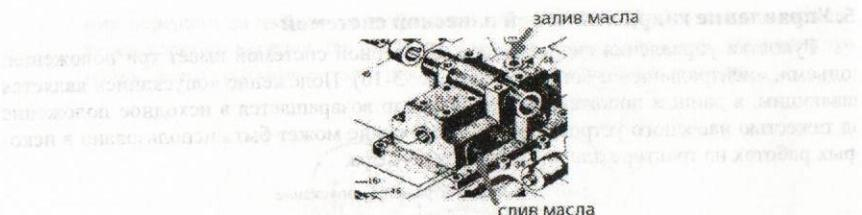

Рис. 3-19. Заливное и сливное отверстия на корпусе гидробака.
- Проверить уровень масла в корпусе гидробака. Уровень масла должен находиться между метками на масломерной линейке. Залив и слив масла из корпуса гидробака производится из соответствующих отверстий на корпусе (рис. 3-19).